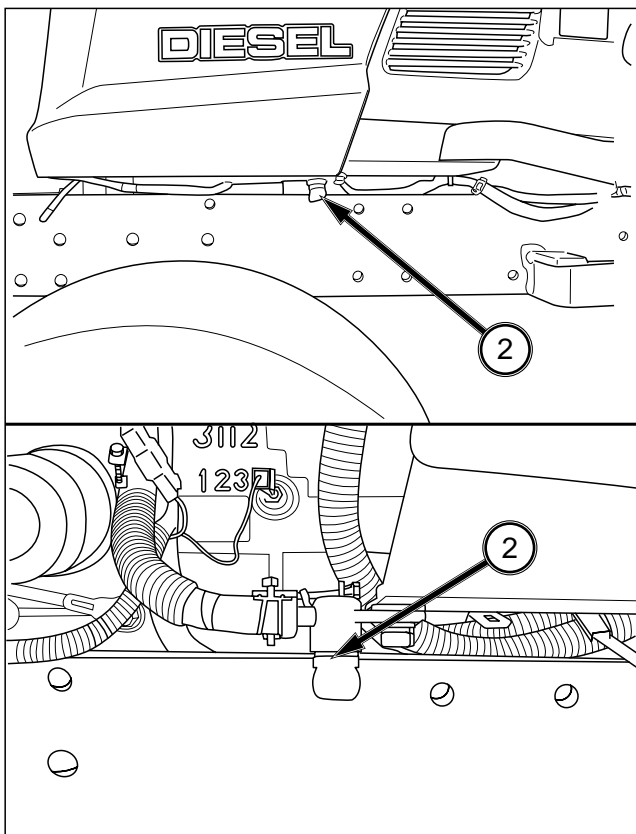

FIG. 5-22
FIG. 5-22 : Le robinet de vidange (2), permet de vider le liquide de refroidissement du bloc-cylindres et du radiateur. Le robinet de vidange se trouve sur le côté gauche du moteur. Le liquide de refroidissement devra être remplacé s'il est contaminé par de la rouille ou de la boue. Desserrer le bouchon du radiateur facilitera la vidange.